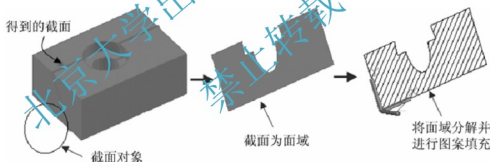

图 12-21 指定对象为截平面得到的剖面
使用【剖面】SECTION 命令, 可以获得三维实体的二维剖面的面域对象。剖面平面将被放置在当前图层的上并镶嵌在实体内部, 可以将其单独移出并使用相应图案填充操作, 如图 12-21 所示。
(1) 【对象(O)】: 指定圆、椭圆、圆弧、椭圆弧、二维样条曲线或二维多段线的平面作为截面对象, 如图 12-21 所示。